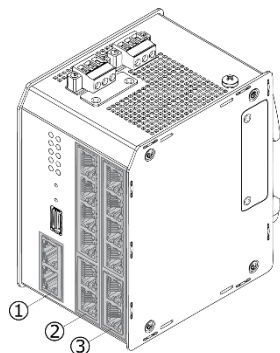

Abb. 11
Sie können die physikalischen Ports für die Ringports A und B frei wählen. MICROSENS empfiehlt, für die Ports eines Ringes denselben Slot zu wählen. **Ordnen Sie beim Einsatz von zwei Ringen einen physikalischen Port immer nur einem Ring-Port zu.** Beim Einsatz von Glasfaser auf allen Ports empfiehlt MICROSENS, für die Ports verschiedener Ringe verschiedene Slots zu wählen (s. Abb. 11, ②, ③).